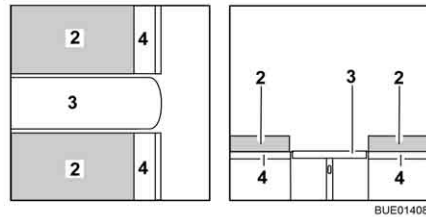

Bild 118 Under ombyggnaden
- Drag fram en sittdyna (Bild 118,2) på bordet.